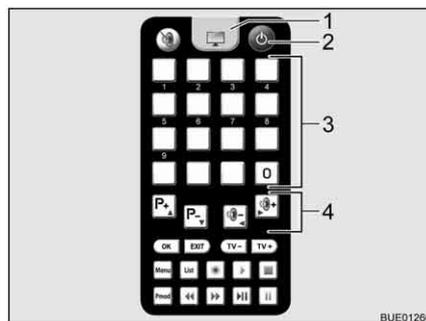

Fig. 27 Mando a distancia del televisor
- Pulsar la tecla "⏻" (Fig. 27,2) del mando a distancia para el televisor. La instalación conmuta al modo de búsqueda. Suena un pitido permanente.
- Para cambiar a la recepción de televisión, pulsar la tecla de televisión (Fig. 27,1) del mando a distancia para el televisor. El pitido cesa. Aparece una imagen en la pantalla.
- Seleccionar la emisora deseada con las teclas de memoria (Fig. 27,3) del mando a distancia para el televisor o con las teclas de función (Fig. 27,4).